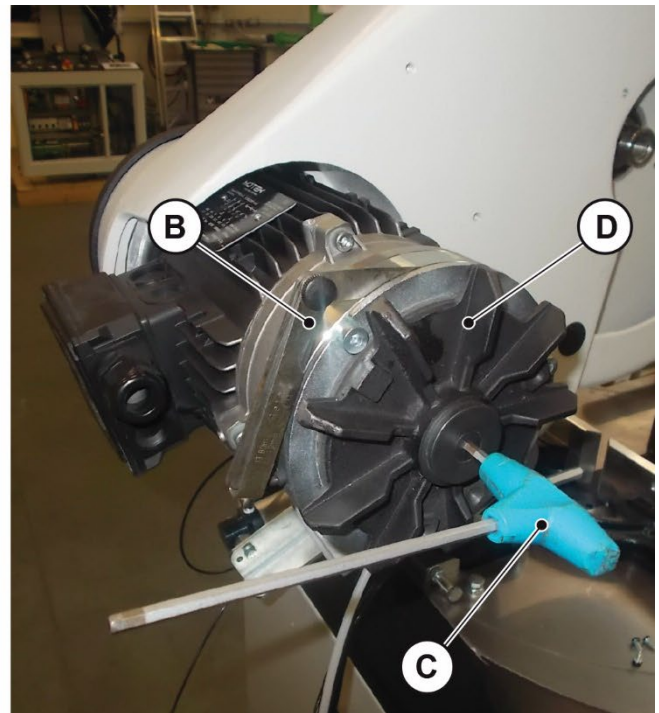

Fig. 09-05
- 2 Controllare con lo spessore “**B**” (**Fig. 09-05**) che il valore del traferro sia compreso tra 0,2 e 0,5 mm. Se il valore del traferro supera il limite massimo di 0,5 mm, è necessario inserire la chiave esagonale “**C**” (**Fig. 09-05**) e ruotarla in senso orario fino ad ottenere un valore nei limiti consentiti.